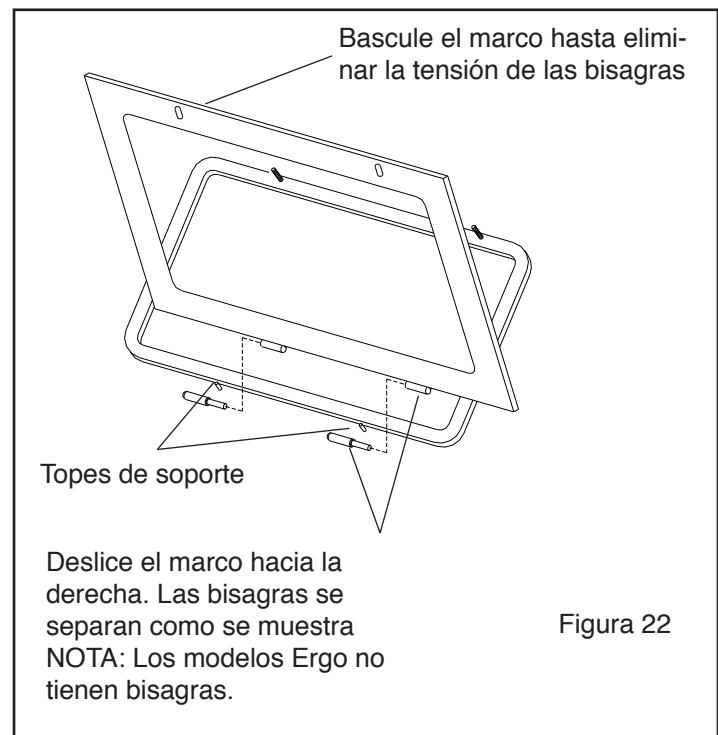

Figura 22
7.6 Remoción del Marco de la ventana, Figura 22
7.6.4 Para retirar, deslice el marco hacia la derecha. Las bisagras se separan como se muestra en la Figura 22